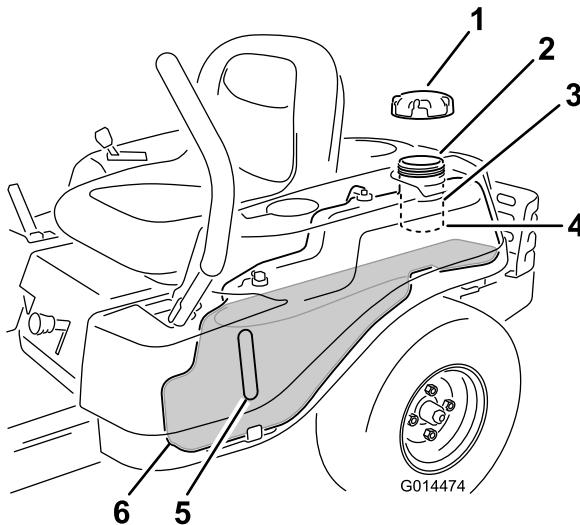

Figura 9
- Nota:** Puede utilizar la mirilla de combustible para verificar la presencia de gasolina antes de llenar el depósito (Figura 9).